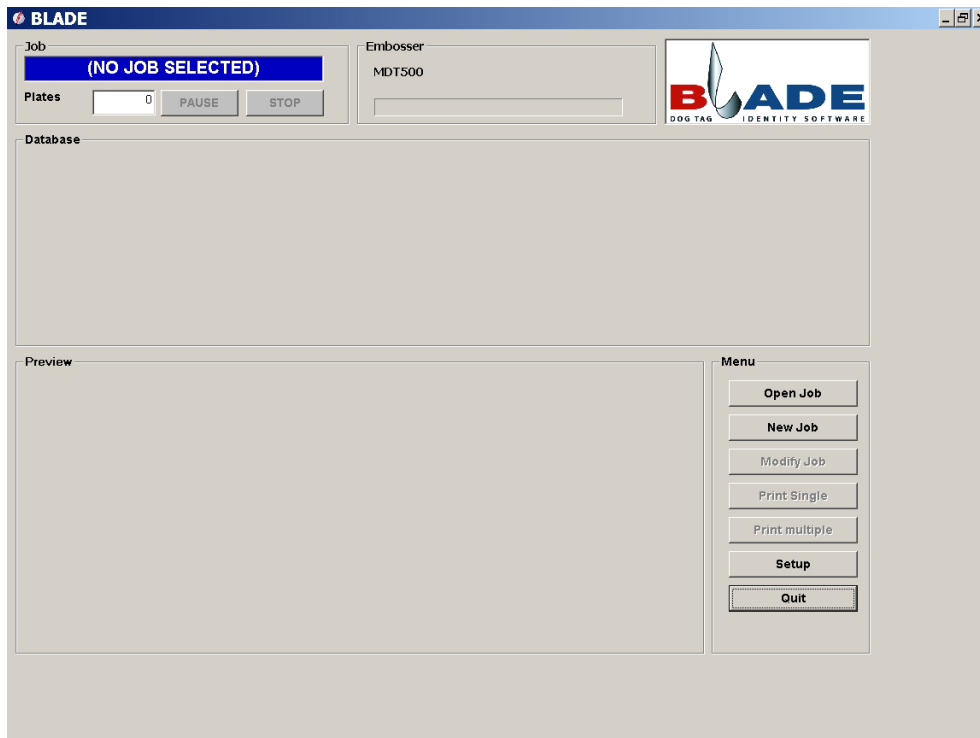

Fig. 14
- A partire dalla finestra principale di BLADE (Fig. 14) premere il pulsante **Open Job**.
- Starting from the main video page of BLADE (Fig. 14) press the **Open Job** pushbutton.